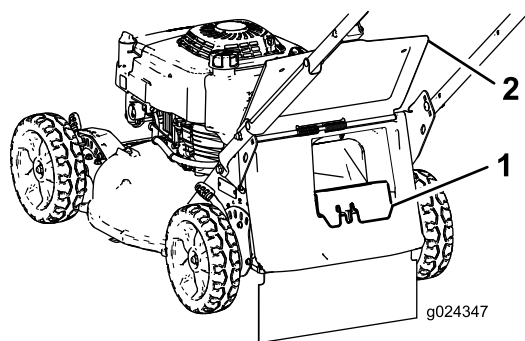

Figura 17
- În cazul în care capacul de evacuare posterioară nu este montat, prindei-l de mâner, ridicai deflectorul din spate i introducei-l în jgheabul de evacuare posterioară până când elementul de fixare se blochează în poziie (Figura 17).
2. Capăt tijă sac (2)
3. Canelură (2)
- Îndepărtați capacul evacuării posterioare prin împingerea înăuntru cu degetul a clichetului și îndepărtarea capacului de pe maină (Figura 17).